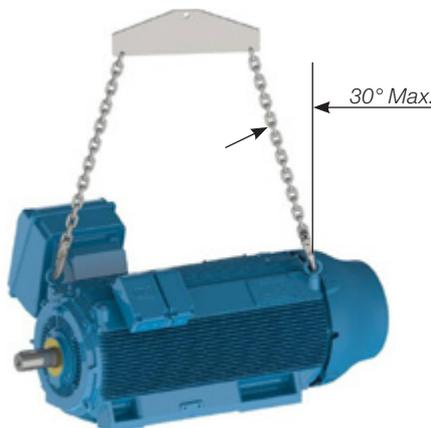

Figure 4.5 – Angle maximal correspondant pour moteurs HGF horizontaux
- Pour les moteurs HGF, comme le montre la Figure 4.5, l'angle maximal correspondant ne doit pas dépasser 30° par rapport à l'axe vertical.